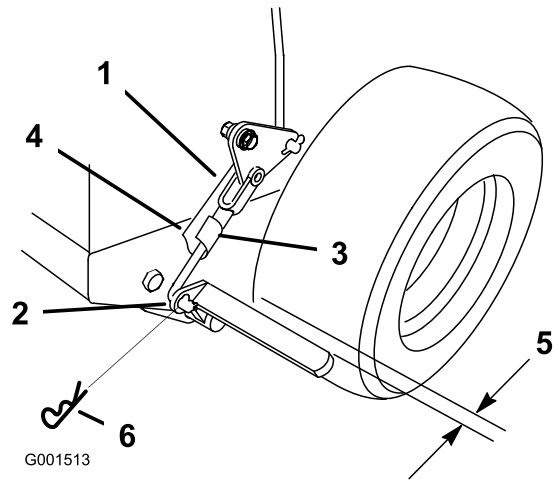

Figura 47
3. Retire el pasador de seguridad del acoplamiento inferior del freno (Figura 47).
4. Gire la horquilla del acoplamiento de freno inferior en el sentido de las agujas del reloj (enroscar) para apretar el freno de estacionamiento; gire la horquilla del acoplamiento del freno en el sentido contrario a las agujas del reloj (desenroscar) para aflojar el freno de estacionamiento (Figura 47).
- Nota:** Debe haber un espacio de aproximadamente 1/4 pulgada entre el neumático y la barra plana cuando el freno de estacionamiento está en posición de quitado (Figura 47).
5. Fije el acoplamiento inferior a la palanca de freno inferior con el pasador de horquilla y el pasador de seguridad (Figura 47).